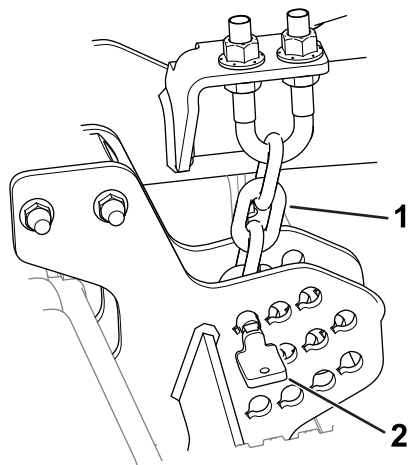

Рисунок 19
2. Снимите штифты высоты скашивания (Рисунок 19) с пластин режущего блока.